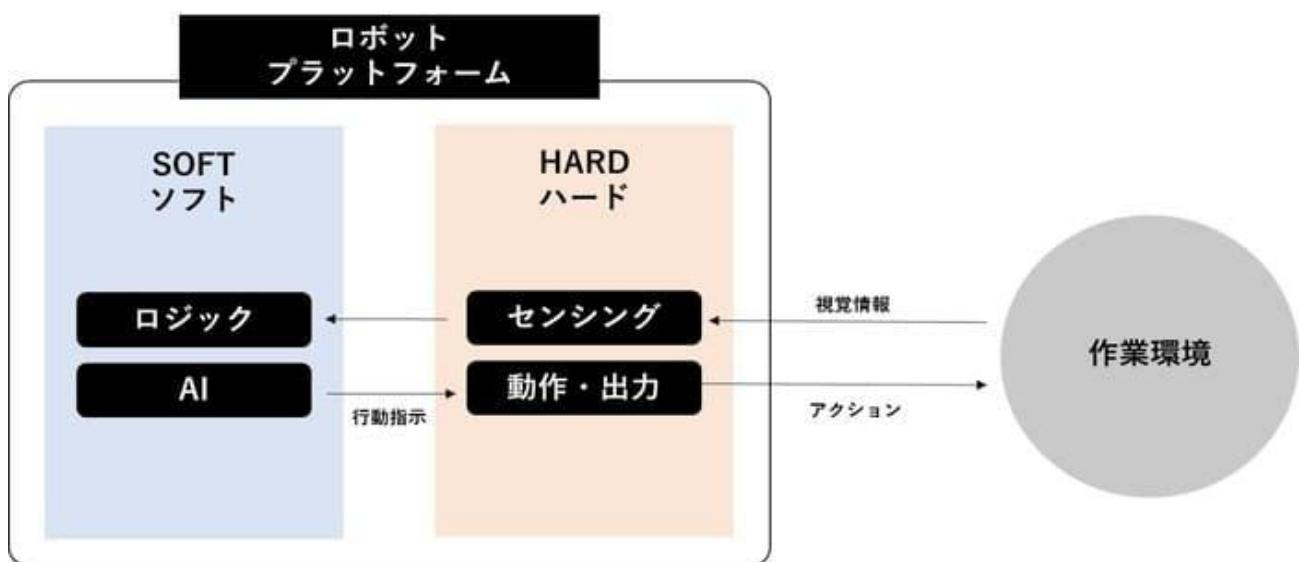

図2 ロボット技術のプラットフォーム化
NEDOプロジェクトでは、汎用ロボットビジョンシステムのプラットフォーム化技術の開発を目指しました。YOODSの目指す産業用ロボットのプラットフォーム化技術とは、視覚情報などのセンシング機能、ワーク認識ロジック部、そしてロボットへの行動指示であるアウトプットを、一連の流れにできるようにし、かつ先進機能を簡単に追加できるようする技術です（図2）。具体的には、①ロボットの視覚機能として動作し、ロボット自体に搭載可能な小型で低価格な3Dカメラ、②カメラからの情報を高速に処理し、将来的にはAI機能も搭載可能な組込型ビジョンコントローラ、の開発を目指しました。原田さんは「NEDOプロジェクトでは、3Dカメラの超小型化が大きな目標でした。超小型カメラでも、ロボットに搭載することで対象ワークに近づいて撮影すれば、少ないデータ量で高精度なデータを得ることが出来るのではないか、と考えたんです」と振り返ります。